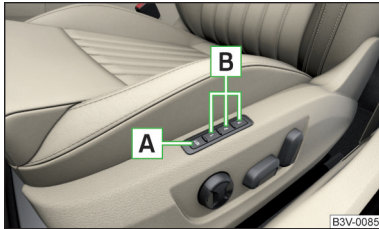

Abb. 73
Jeder der drei Speichertasten  » **Abb. 73** kann jeweils eine Einstellposition zugeordnet werden.
- Die **SET**-Taste (Position  » **Abb. 73**) drücken.
- Die gewünschte Speichertaste  » **Abb. 73** drücken.
- Eine beliebige Speichertaste  » **Abb. 73 auf Seite 87** drücken und gedrückt halten.
- › Die **SET**-Taste (Position **A** » Abb. 73 auf Seite 87) drücken und gedrückt halten.